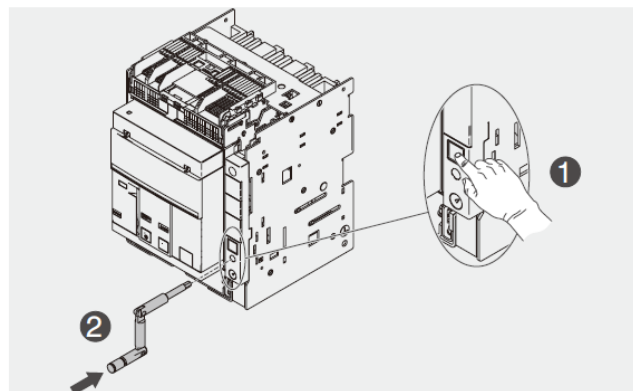

图 34
5. 按下锁定按钮，往移动部分上插入摇把。这过程中，移动部件仍处于 **DISCONNECT** 位置。见图 34。